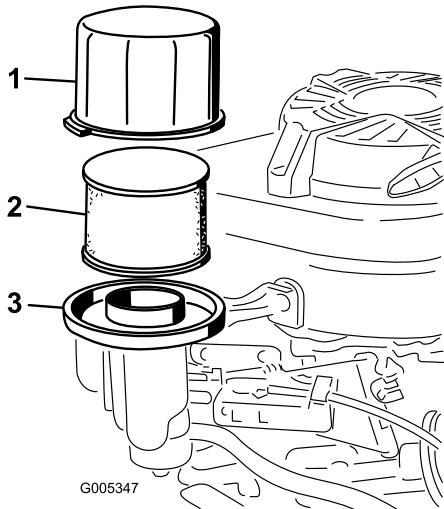

Figura 26
3. Retire la tapa y límpiala a fondo (Figura 26).
4. Retire e inspeccione el filtro de aire de papel (Figura 26), y deséchelo si está excesivamente sucio.
5. Retire el pre-limiador de gomaespuma y lávolo con un detergente suave y agua, luego séquelo apretando suavemente con un paño (Figura 26).